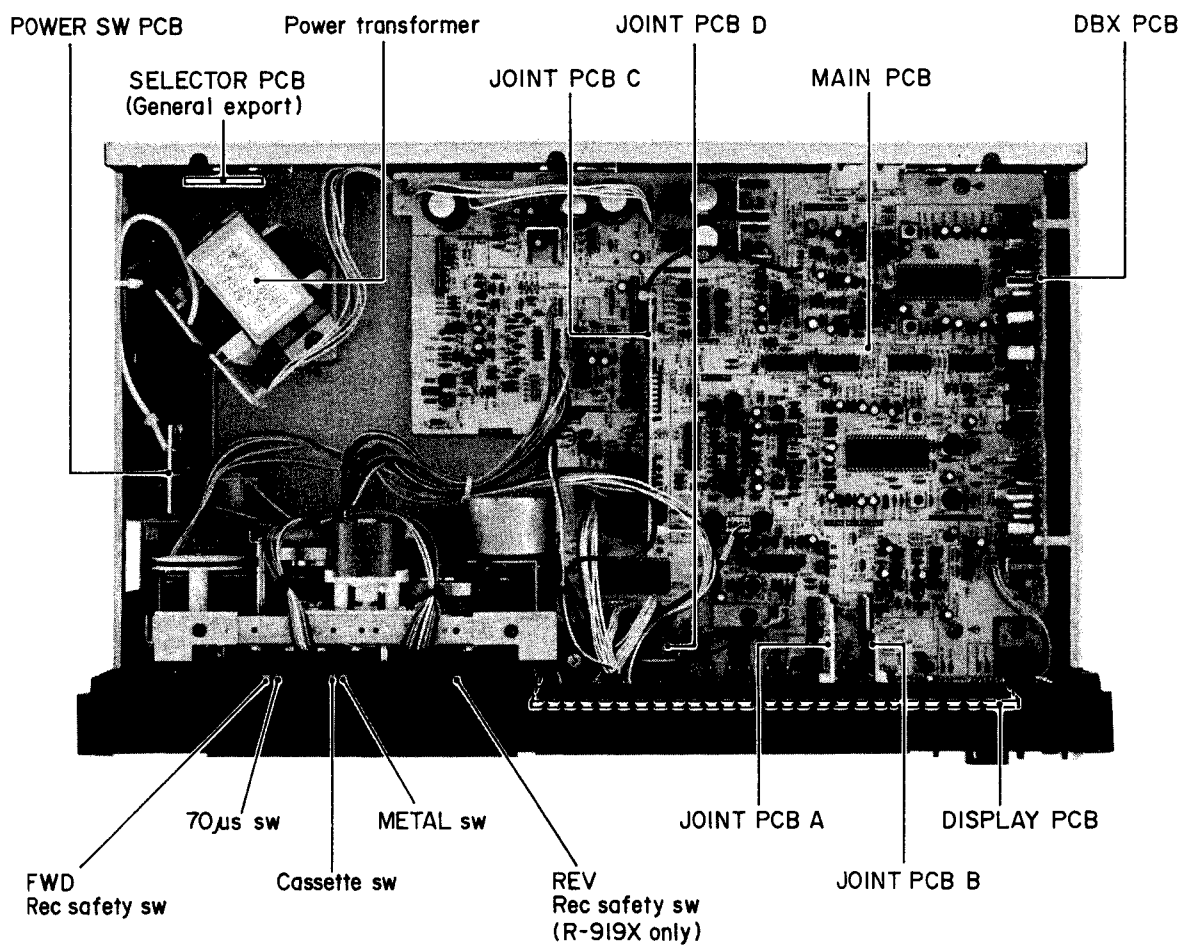

Fig. 3-1 Top view 上面図
1. Press the cassette switch (see Fig. 3-1) up to set the deck to the playback mode.
1. カセット・スイッチ (Fig. 3-1 参照) を上方に押してプレイ・モードにする。